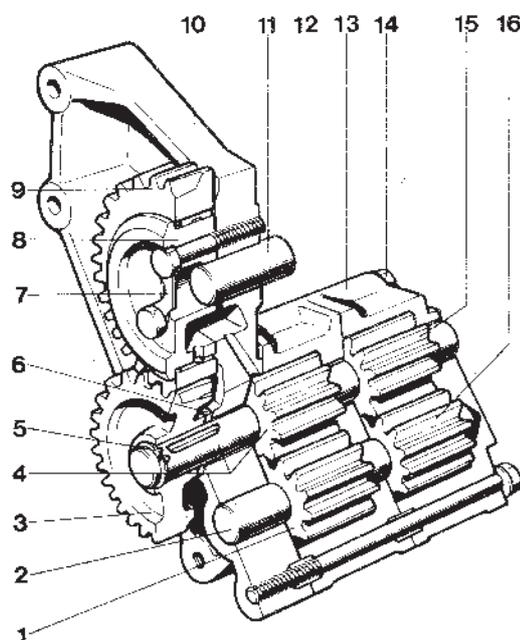

Fig. 108. Pompe à huile, moteurs équipés d'un carter d'huile à profil bas pour grandes inclinaisons
1. Déposer le pignon intermédiaire (9, fig. 108). Ce pignon est fixé par trois vis et est monté sur une douille de palier.
4. Poser en place la rondelle axiale (6, figure 108) sur l'axe. Remettre en place la clavette et enfoncez le pignon de commande extérieur (3).